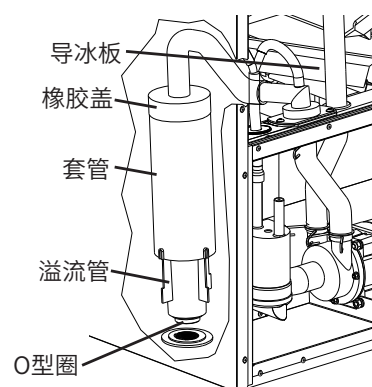

图 6
- 7) 将导冰板推向右侧, 然后取下溢流管上的橡胶盖和套管, 如图6所示, 拧开溢流管。
- 4) 取下前隔热板，然后将导冰板推向右。取下溢流管上的橡胶盖和套管，如图6所示。拧开溢流管。水箱中的水排空后，重新连接溢流管。重新装上橡胶盖、套管、导冰板和前隔热板。